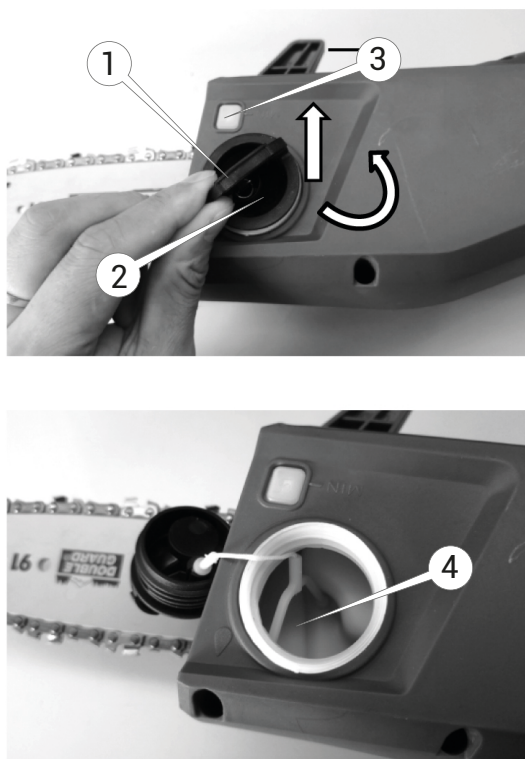

Рисунок 12. Будова мастильного бачка.
- ретельно почистити поверхню навколо бачка та кришку (2, рис. 12) отвору бачка від бруду;
- відкрутити кришку бачка, викручуючи її вгору за ручку (1, рис. 12), та через лійку влити мастило;
- щільно закрутити кришку бачка, розташувати виріб у робоче положення та перевірити рівень мастила в бачку за допомогою віконця (3, рис. 12).